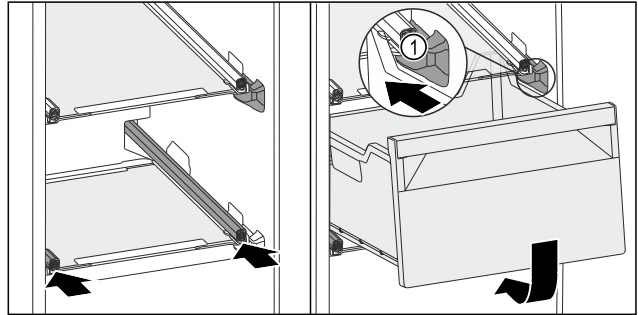

Fig. 140
- Schubfach um die Stopper Fig. 140 (1) herumführen.